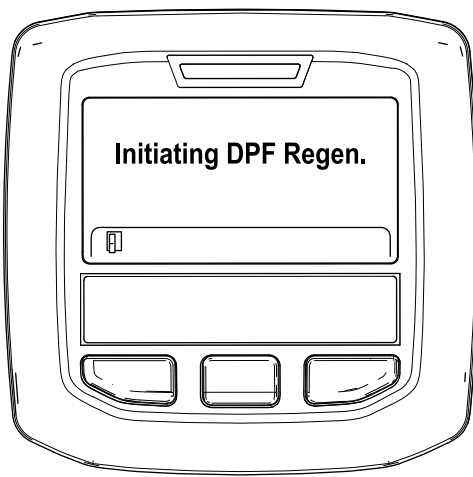

図 42
A. Initiating DPF Regen DPF 再生開始中というメッセージが表示される 図 42。